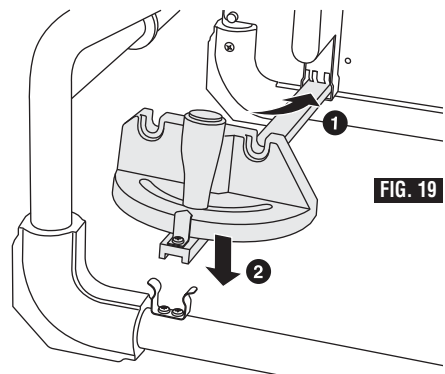

FIG. 19
1. Inserte el extremo delantero de la guía de ingletes en la ranura ubicada en la parte inferior del soporte para el palo de empujar (Fig. 19).